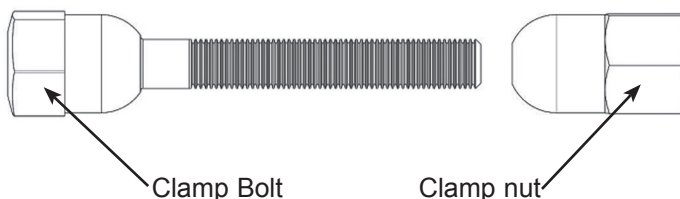

Рис. 6
3. Вставить болт заглушки через окончания заглушки и затянуть гайкой (Рис.6) по отношению к окончаниям заглушки.